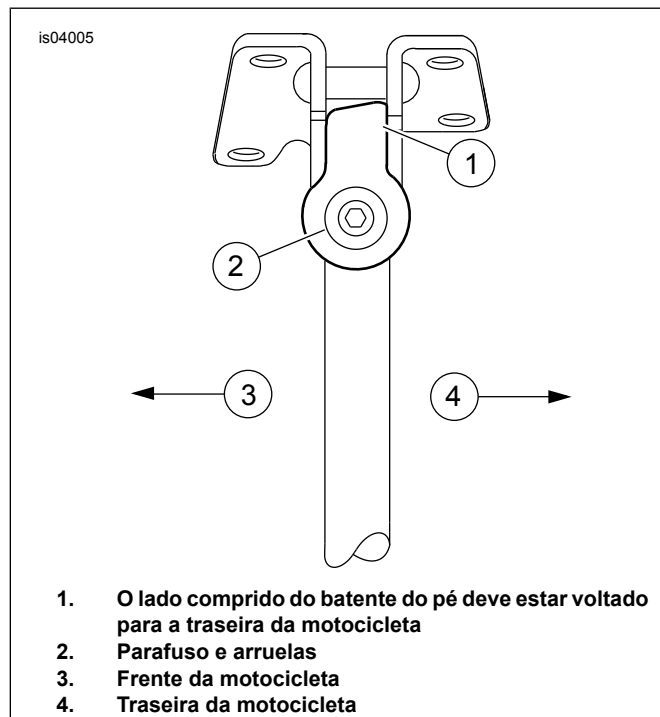

Figura 2. Orientação do batente do pé (posição totalmente para frente)
4. Monte o conjunto do novo pé do cavalete lateral (2) do kit no suporte de montagem na motocicleta. Mantendo o cavalete lateral na posição toda para frente (para baixo), instale o batente do pé (E) sobre a extremidade quadrada. Certifique-se de que o texto estampado como "LADO PARA BAIXO" (DOWN SIDE) no batente do pé esteja voltado para baixo. Verifique se o lado comprido do batente do pé está voltado para a traseira da motocicleta (veja Figura 2). Prenda com a arruela lisa (D), a arruela de pressão (C) e o parafuso (B) removidos anteriormente.
5. Instale a mola do pé do cavalete lateral (A). Aperte o parafuso (B) com torque de 16,3 a 20,3 N·m (144 a 180 lb·pol.).
6. Instale a borracha protetora (3) do kit no furo da ponta levantada do pé do cavalete lateral.